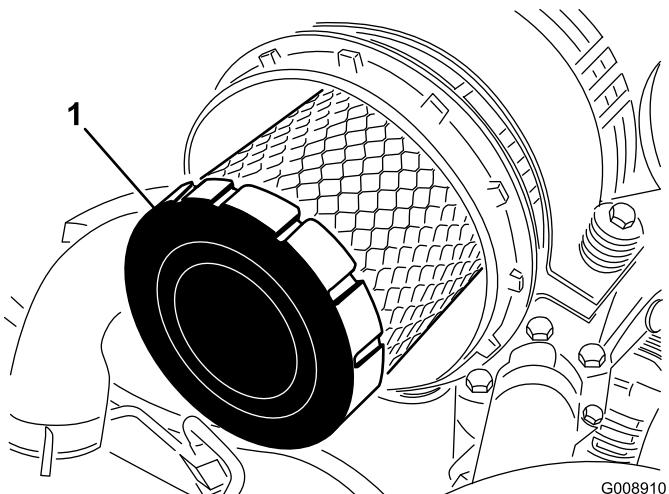

Figure 46
4. Déposez et remplacez l'élément principal (Figure 46). Il est déconseillé de nettoyer les éléments usagés car cela risque d'endommager le matériau du filtre.